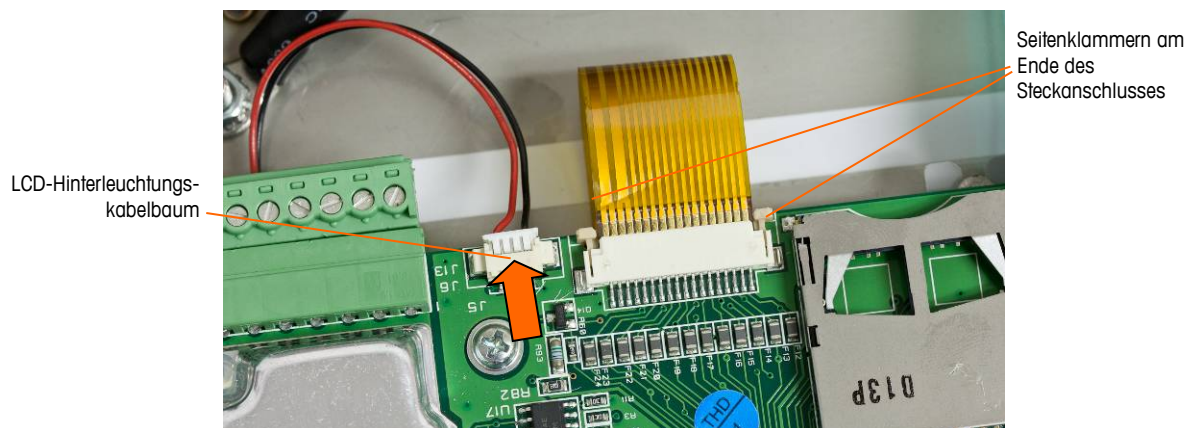

Abbildung 5-17: Ausbauen des Display-Kabelbaums
- Um den mit der Display-Platine verbundenen Kabelbaum auszubauen, schieben Sie die beiden Kunststoffenden des Anschlusssteckers auf der Hauptplatine vorsichtig von der Mitte der Platine weg (zur Entlastung der Spannung auf dem Kabelbaum) und ziehen den Kabelbaum vom Steckanschluss ab. Die ist in Abbildung 5-17 dargestellt.
- Bauen Sie den LCD-Hinterleuchtungskabelbaum (auch in Abbildung 5-17 dargestellt) aus, indem Sie ihn vorsichtig am linken und rechten Ende des Anschlusssteckers von der Platine weg ziehen. Ziehen Sie nicht an den Drähten, da ansonsten der Kabelbaum beschädigt werden könnte.